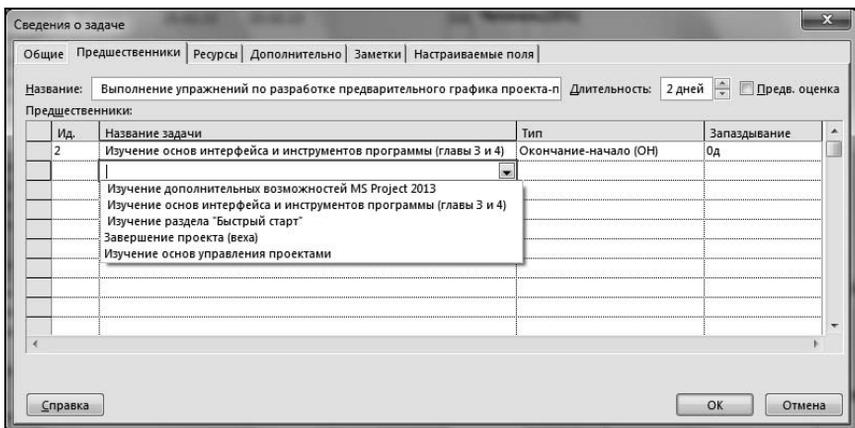

Рис. 4.48. Пример раскрывающегося списка задач на вкладке **Предшественники**
- В некоторых случаях удобно выбрать задачу-предшественник в списке всех задач проекта. Для этого следует щелкнуть на поле **Название задачи**, в нем появится раскрывающийся список задач проекта, которые могут быть предшественниками данной задачи. Пример такого списка показан на рис. 4.48.